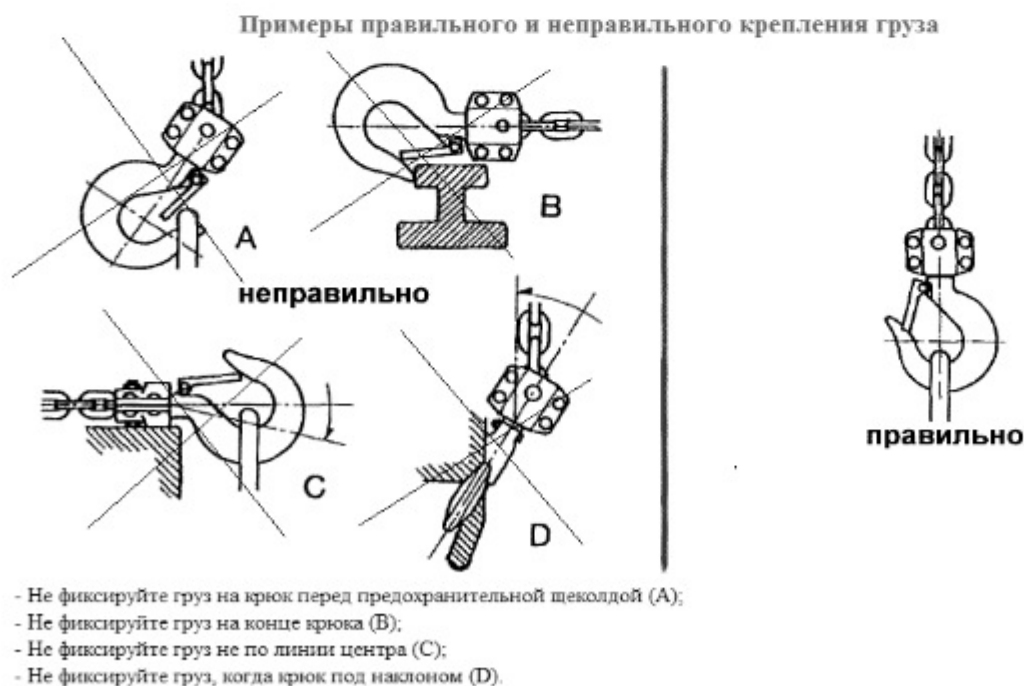

Рисунок 2. Положение крюка
3. Перед подъемом грузов убедитесь в том, что крюки надежно закреплены. Неправильное положение крюка и подвес груза на конце крюка недопустимы. (рисунок 2) Для идеальной работы тали грузовая цепь должна быть в строго вертикальном положении без изгибов во избежание ее скручивания и заклинивания.